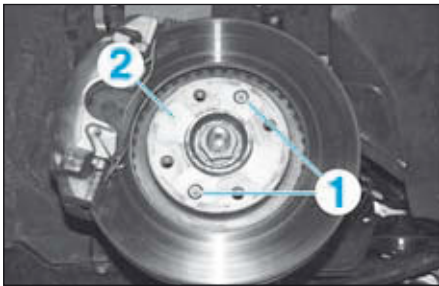

FIG.11
- Remplacer systématiquement les vis (3) et (5).
- Déposer les vis (1) (Fig.11).
- Déposer le disque (2).